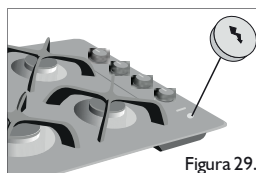

Figura 29.
- Si el producto posee interruptor de encendido eléctrico, presione la perilla y gírela en sentido contrario a las manecillas del reloj hasta la posición de flujo mínimo posteriormente accione el botón de encendido (Figura 29).